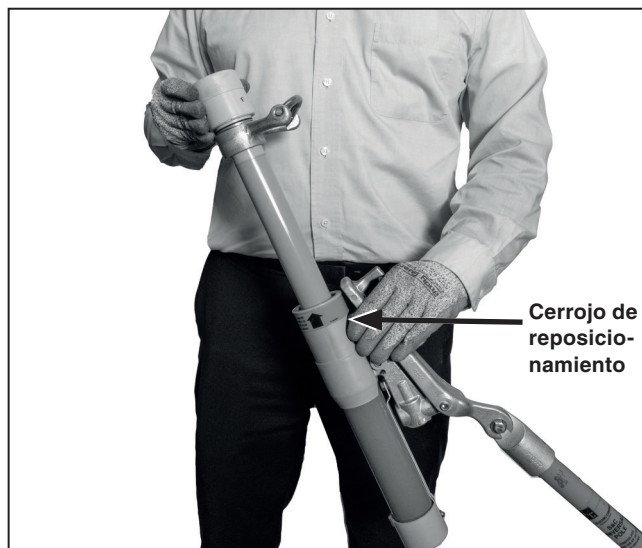

Figura 12. Reconfiguración de la herramienta Loadbuster.
PASO 6. Para reconfigurar la herramienta Loadbuster para que realice la siguiente operación, sosténgala como se indica en la Figura 12. Extienda la herramienta ligeramente y levante el cerrojo de reposicionamiento con su dedo pulgar. Mientras el cerrojo está levantado, extienda la herramienta completamente para que el gatillo se reconfigure a sí mismo. Oprima el tubo extendido hasta que la pintura naranja de la parte del ensamble del tubo interior ya no se pueda ver. Verifique que la reconfiguración sea haya realizado correctamente al extender la herramienta una distancia de aproximadamente 3 pulgadas (76 mm). Durante todo este trayecto se debe sentir que la resistencia del resorte aumenta.